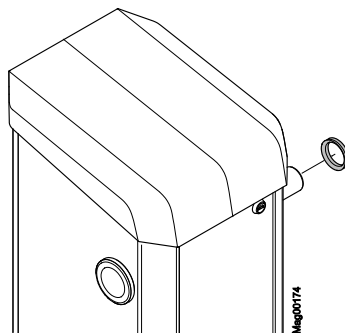

Abb. 33: V-Ring entfernen
16. V-Ring auf die Flanschswelle aufstecken. Die Dichtungslippe zeigt zum Schrankengehäuse. → Siehe auch Seite 74, Abb. 33.